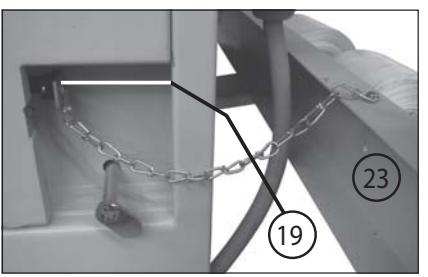

Abb. 3
- 19 = Endschalterverriegelung (Abb. 3)